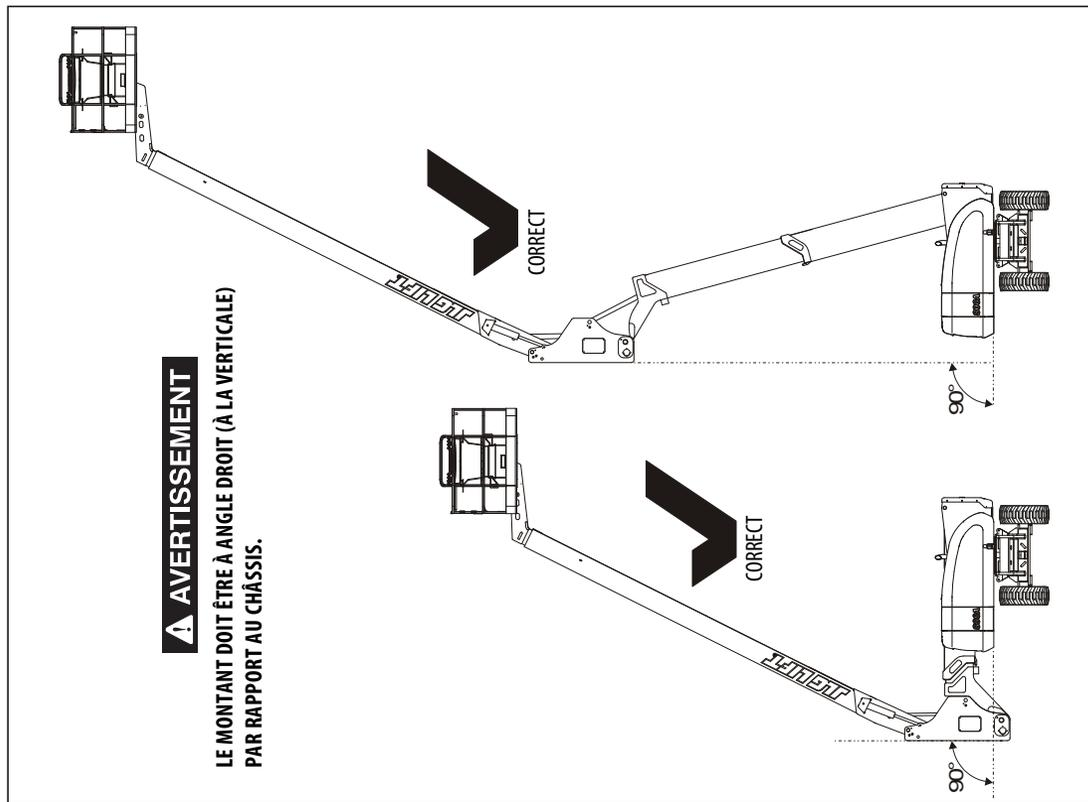
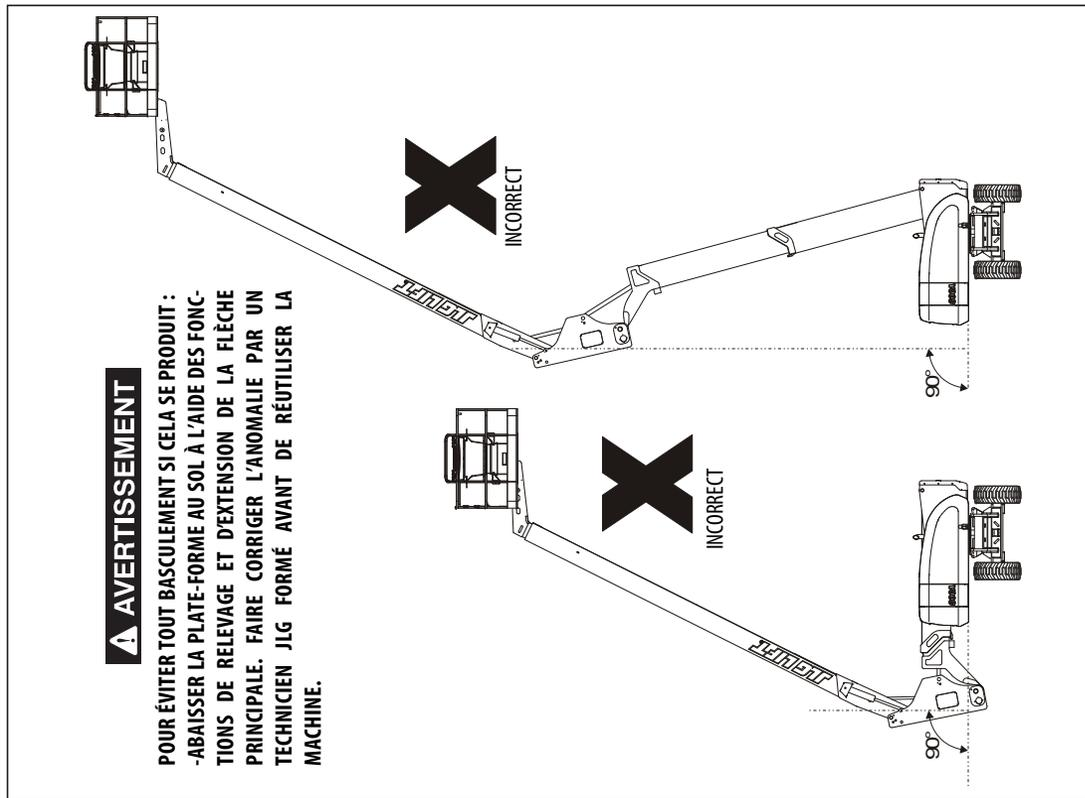

Figure 2-7. Position correcte du montant de la flèche
Figure 2-8. Position incorrecte du montant de la flèche
23. Montant - En position verticale par rapport au châssis. Se reporter à la Figure 2-7. et à la Figure 2-8. En cas de défaut d'alignement, ne pas utiliser la machine avant que le montant ait été synchronisé conformément à la section 4.16.
- c. Relever la flèche inférieure de tourelle à environ 40 degrés, puis abaisser la flèche de tourelle pour la remettre dans sa position en dessous de l'horizontale. Observer la position du montant pendant le relevage et l'abaissement de l'ensemble de la flèche de tourelle. S'assurer que le montant reste à la verticale par rapport au châssis. Voir la Figure 2-7. et la Figure 2-8.